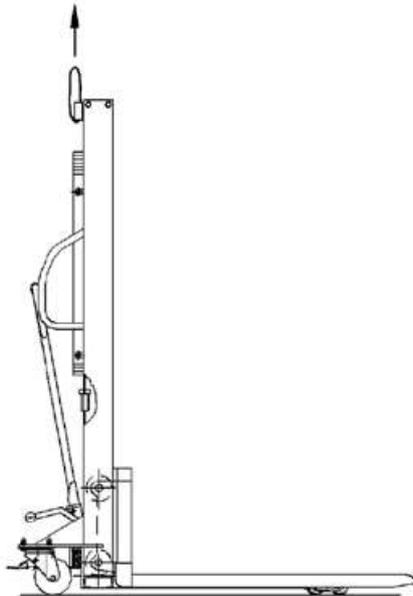

Figura 2 Schema di sollevamento del camion
6. La posizione di imbracatura corretta è indicata in figura 2.